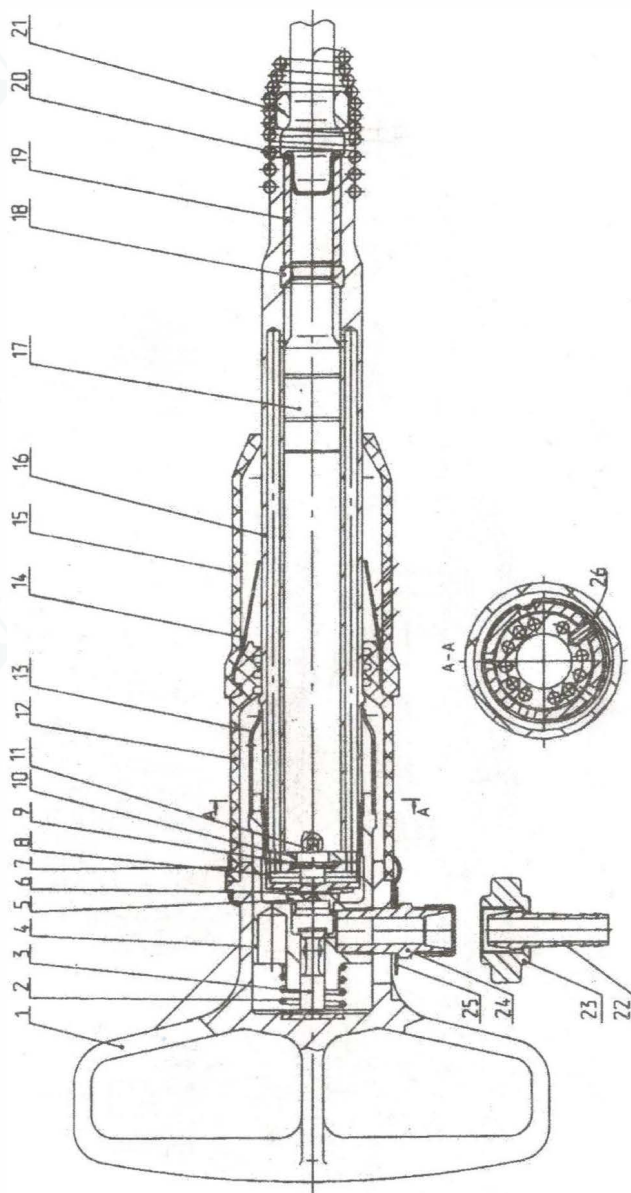

Рис. 2. Молоток отбойный пневматический
7.7. Для молотков МО-1Б, МО-2Б, МО-3Б, МО-4Б присоединение рукава осуществляется с помощью накидной гайки 23 и ниппеля 22 (рис. 1 и рис. 2).